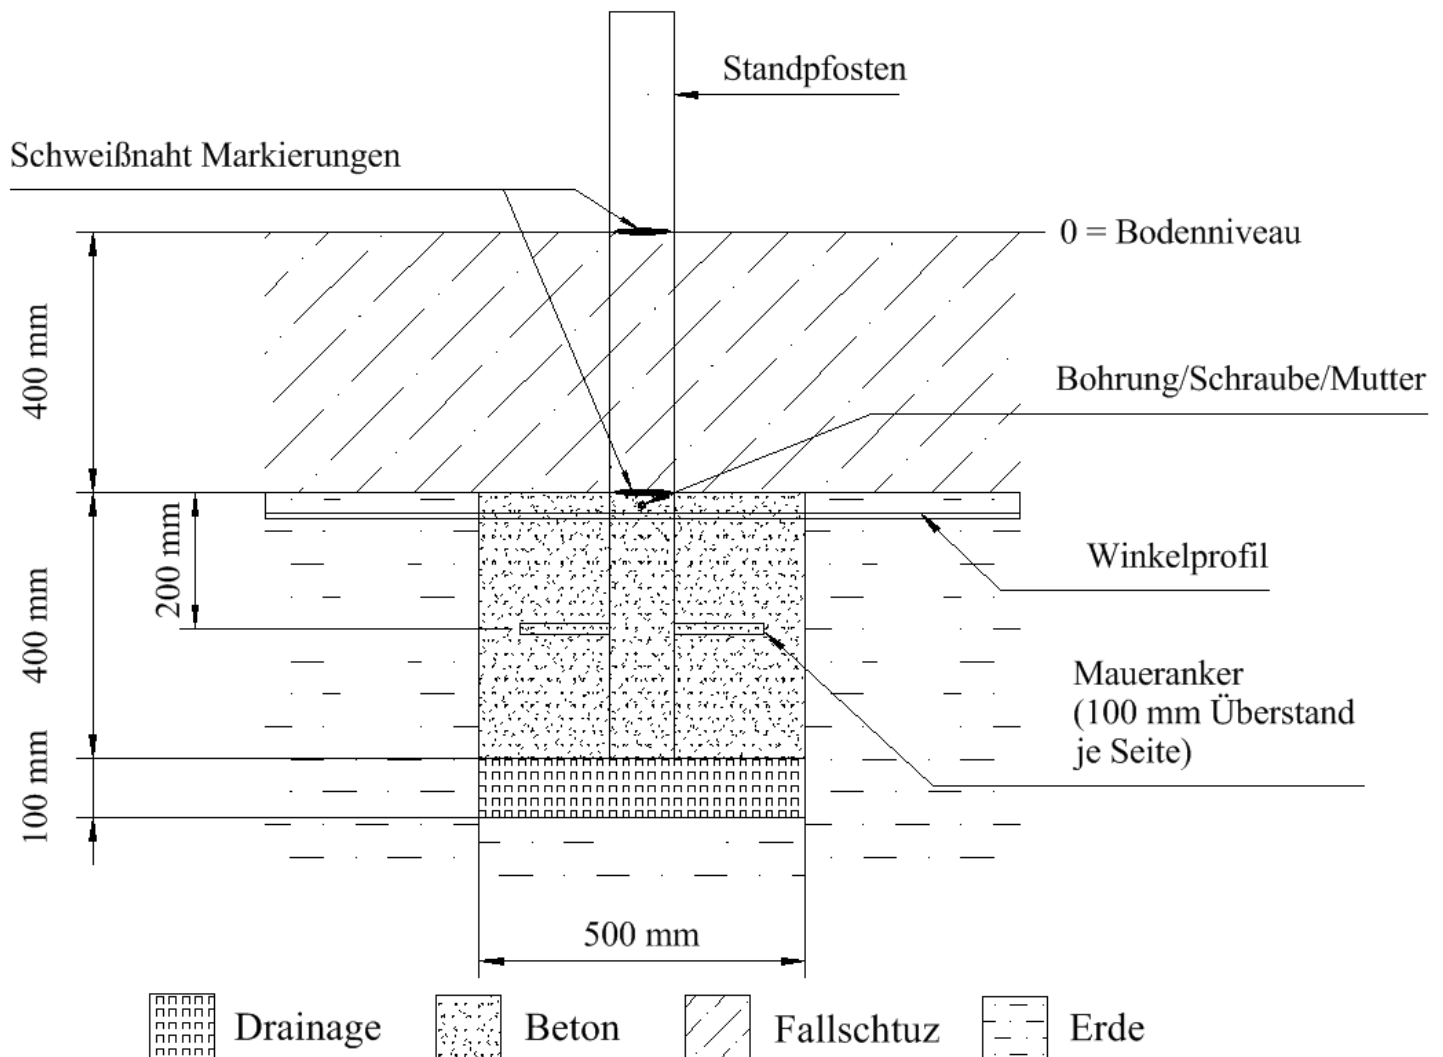

Abbildung 2 - Standpfostenfundament
Wir empfehlen eine **generelle Einbautiefe von 900mm** mit einer **Fallschutzschicht von 400mm**, um den gesamten Bewegungs- und Sicherheitsfreiraum aller Geräte einheitlich abzudecken und die Fundamente mit einer Gründung von 800mm frostsicher zu machen (s. Abb. 2).
*Diese sollten **100mm** auf jeder Seite hervorstehen (s. Abb. 2).*